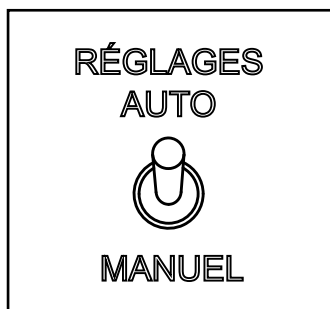
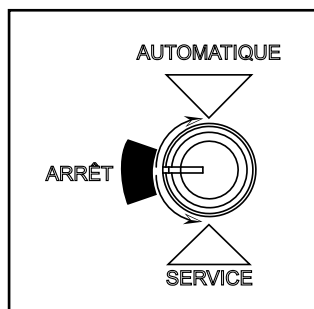

Figure 4.3
Figure 4.4
4. Mettez l'interrupteur à bascule sur le mode désiré, automatique ou manuel. Figure 4.3. Mettez le bouton de réglage de l'alimentation sur la position désirée et tournez la molette de mode sur «Automatique» ou sur «Service», Figure 4.4. **Remarque:** Le débit d'alimentation n° 4 est un bon point de départ. Des ajustements peuvent être apportés en fonction de la qualité du combustible et/ou de la chaleur désirée.